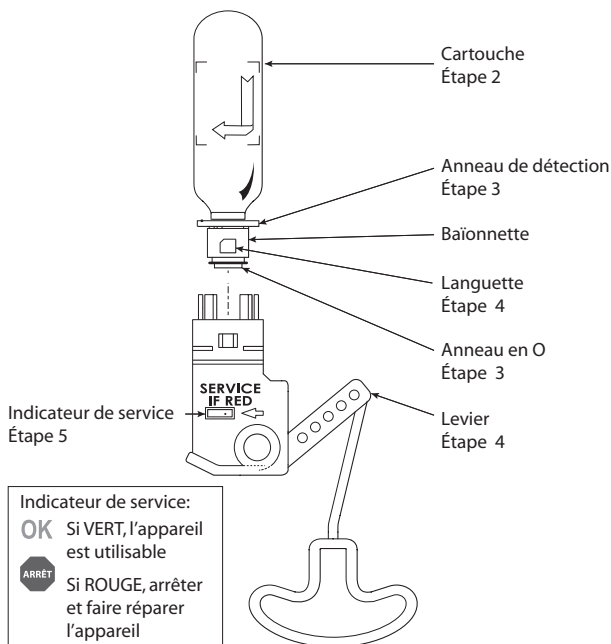

FIGURE 7 MD2015 GONFLEUR MANUEL
1. Déballez et ouvrez le V.F.I. gonflable de manière à ce que le gonfleur manuel soit exposé (Fig. 7).
3. Vérifier le nouvel assemblage cartouche/baïonnette pour s'assurer que l'anneau en O est bien en place et que l'anneau de détection est attaché (Fig. 7). S'assurer que la cartouche de CO₂ n'a pas été perforée (Fig. 10.).